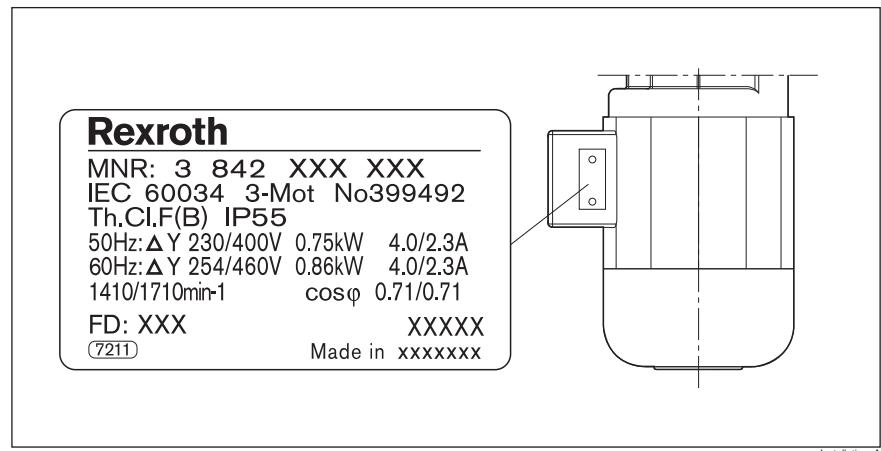

Fig. 8: Motortypschild (Beispiel)
- Beachten Sie die elektrische Anschlusswerte auf dem Motortypschild, siehe Fig. 8 auf Seite 21.